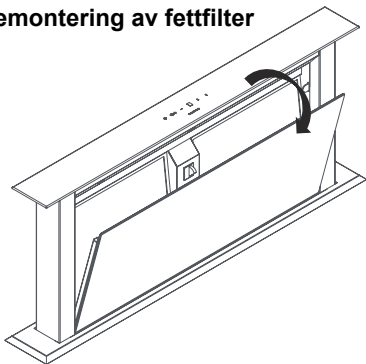

Fig. 5
1. ■ Ta tag i glasets ovansida och dra försiktigt i pilens riktning (Fig. 5).